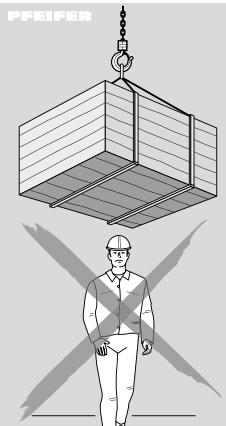

Fig. 1
- Ne pas soulever des charges au-dessus de personnes (fig.1).